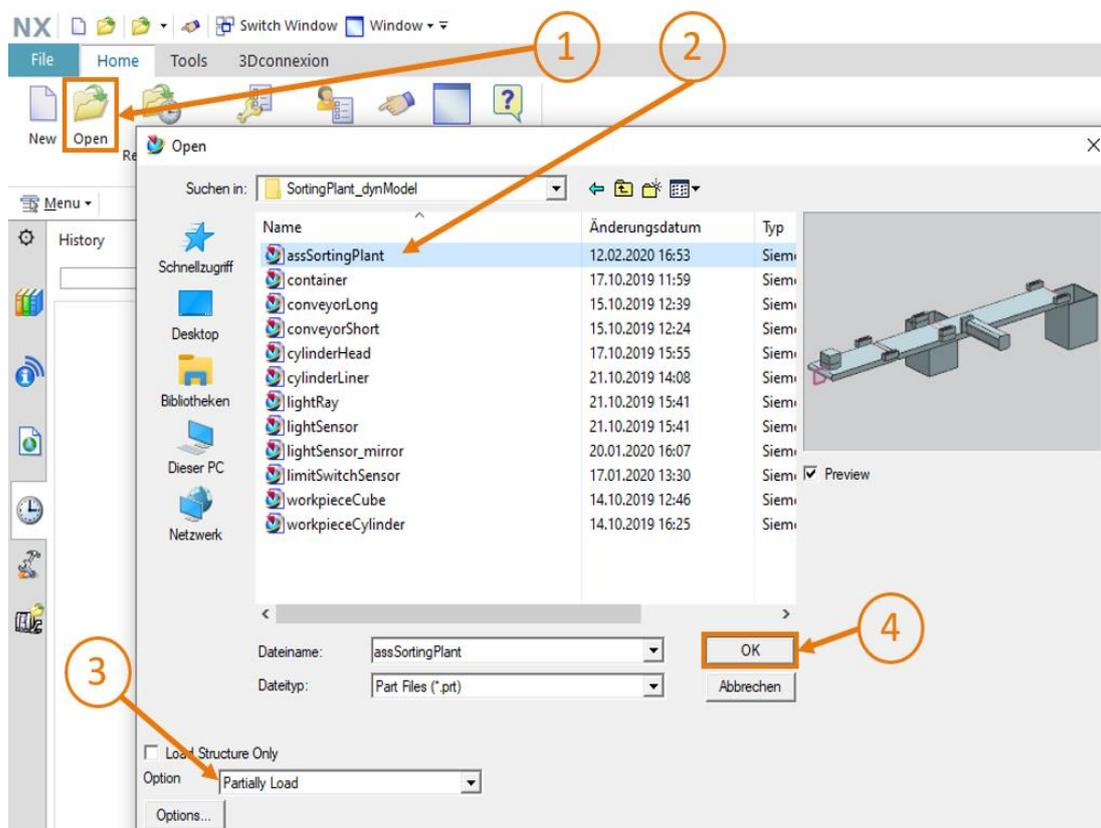

Figure 6 : Ouverture d'un module dans NX
- Démarrez NX et attendez que le programme s'ouvre et que la page d'accueil soit affichée. Cliquez sur le bouton "Open" (Ouvrir) (voir Figure 6, étape 1) et naviguez jusqu'au dossier que vous avez créé auparavant. Vous voyez maintenant les pièces créées dans le Module 4. Sélectionnez le module "assSortingPlant", qui contient le modèle 3D statique complet de l'installation de tri (voir Figure 6, étape 2). Sélectionnez l'option "Partially Load" (Partiellement chargé) (voir Figure 6, étape 3) pour que seuls les modèles des composants individuels du module soient chargés, et pas les dessins ou les systèmes de coordonnées additionnels. Confirmez enfin votre sélection en cliquant sur "OK" (voir Figure 6, étape 4).